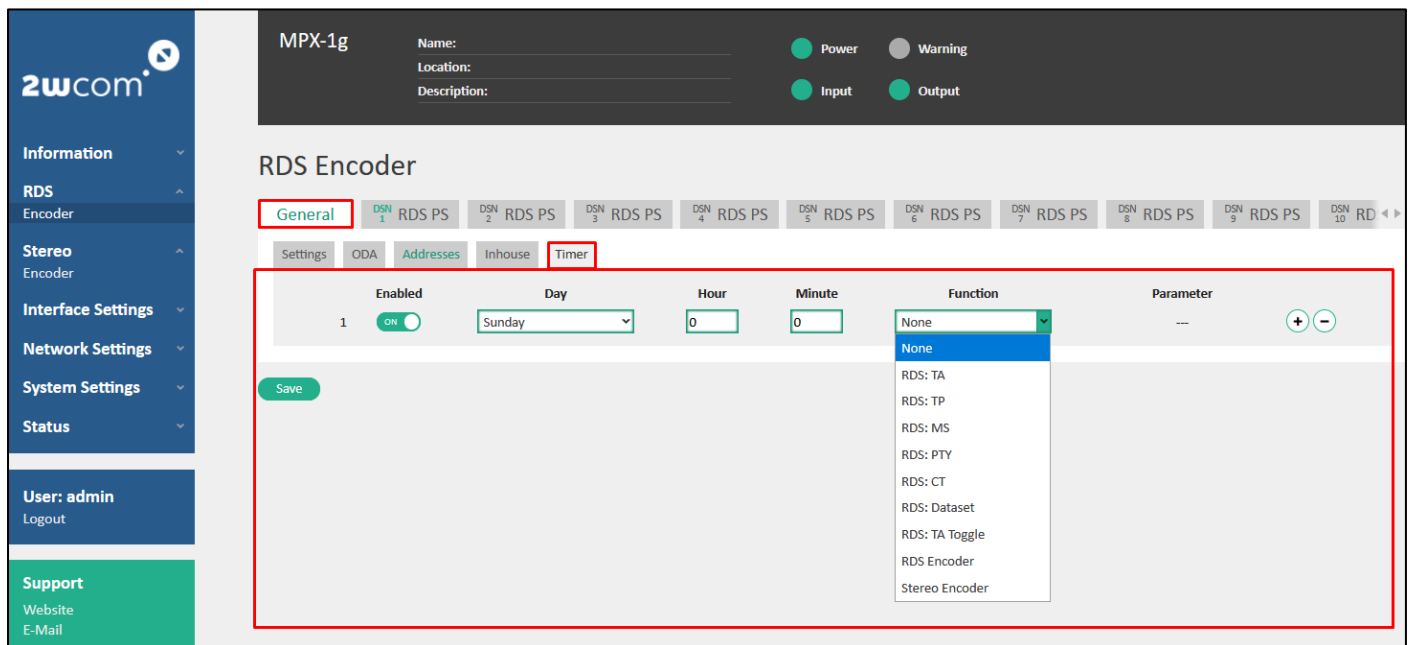

Abbildung 24: Einstellungen für Timer
1. Wählen Sie im Block „General“ den Reiter „Timer“ (s. Abbildung 24).